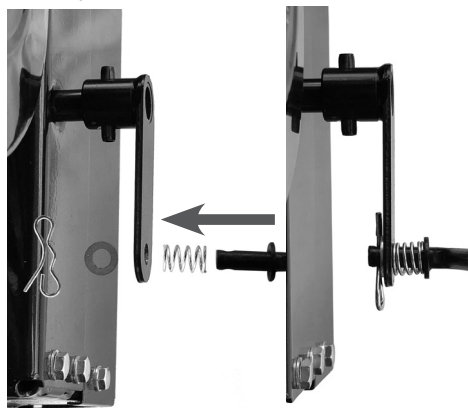

Рис. 15 Подключение тяги к нижнему рычагу
- установите нижний конец тяги в отверстие нижнего рычага механизма переключения передач (расположен на корпусе трансмиссии сзади), как показано на Рис. 15 и зафиксируйте тягу шплинтом;